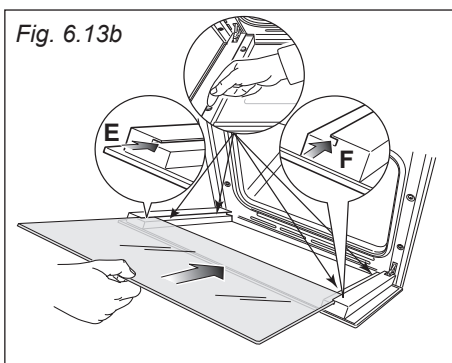
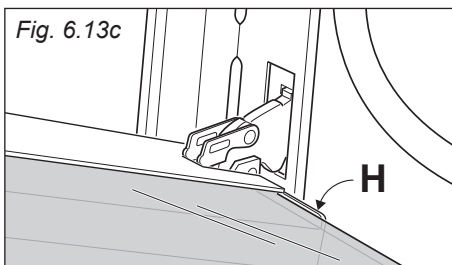

Fig. 6.13b
Fig. 6.13c
- Inserire il vetro nelle guide "E" ed "F" (fig. 6.13b) e farlo scorrere dolcemente fino ai fermi "H" (fig. 6.13c).